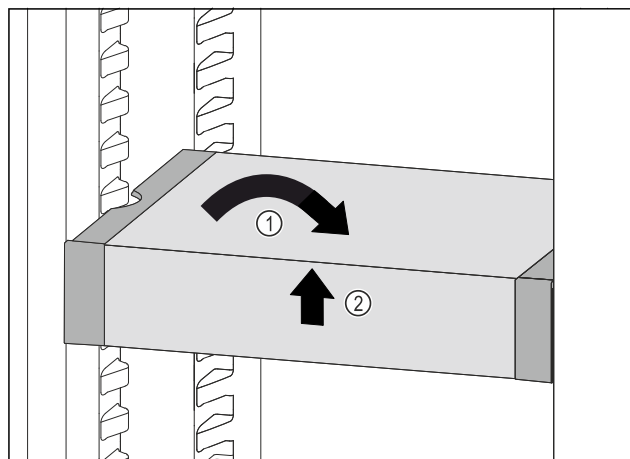

Fig. 107
- VarioSafe recht zetten. Fig. 107 (1)
- VarioSafe aan voorkant optillen. Fig. 107 (2)